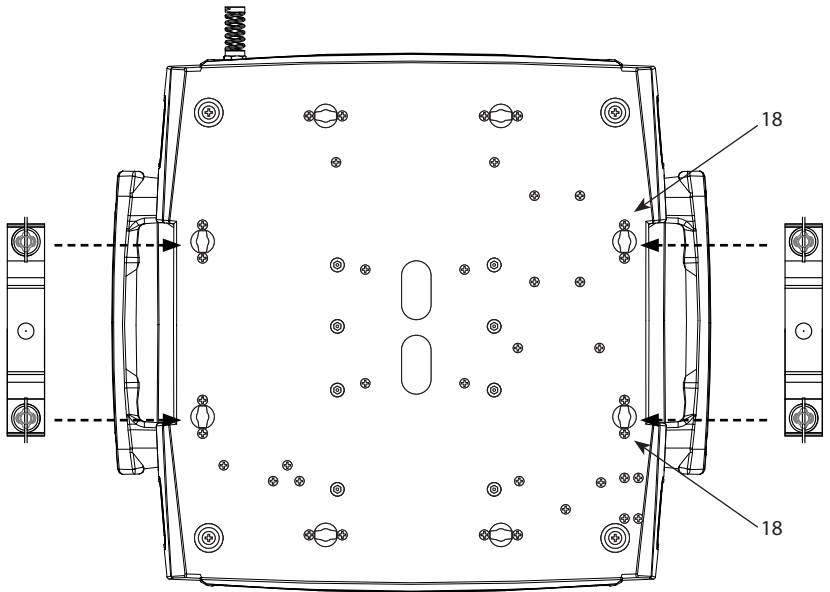

Fig.4
Lo Z1200SPOT può essere collocato su un piano solido. Inoltre, grazie ai fori di fissaggio (18), l'unità può essere montata anche a testa in giù, su una traversa (fig.4). Per il fissaggio occorrono dei supporti robusti per il montaggio.